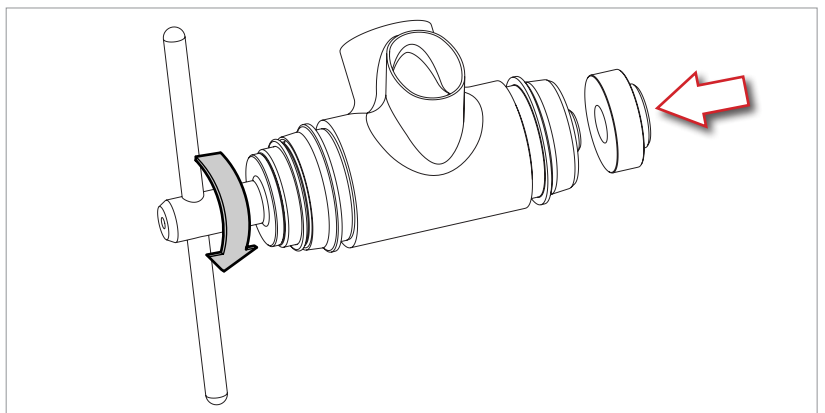

Abb.2
- Das Werkzeug UT-BB240 in die Führung der linken Lagerschale einschrauben, bis es an der Lagerschale aufliegt (Abb. 2).